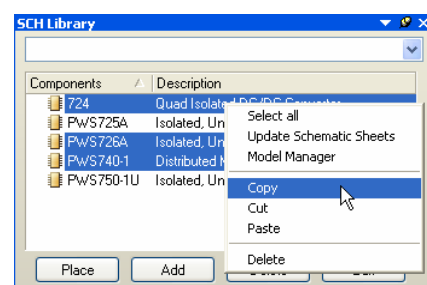

図 28 既存のライブラリから選択したコンポーネントをコピー
**SCH Library** パネルを利用して1つ、または複数のコンポーネントもコピーできます。コンポーネントをパネルの名称リストから選択します。標準的な **CTRL + クリック**、や **SHIFT + クリック** 機能が使用できます。次に、選択したコンポーネント上で右クリックして、**Copy** をポップアップメニューから選びます。 図 28 を参照してください